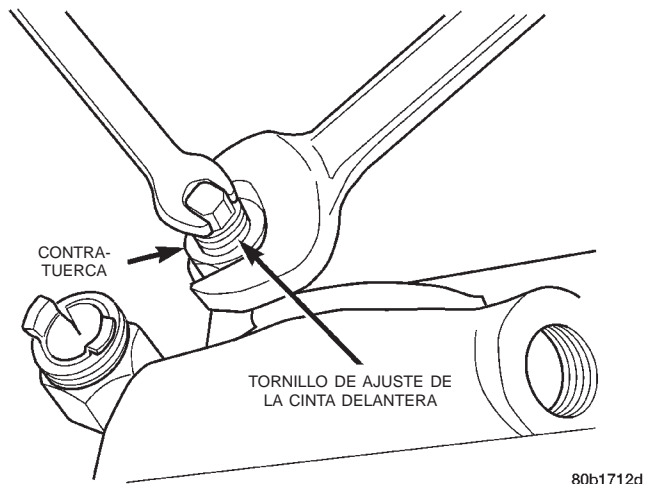

Fig. 182 Localización del tornillo de ajuste de la cinta delantera
(1) Eleve el vehículo.
(2) Afloje la contratuerca del tornillo de ajuste de la cinta (Fig. 182). A continuación, gire hacia atrás 4 a 5 vueltas la contratuerca. Asegúrese de que el tornillo de ajuste gire libremente en la caja. Si fuera necesario, lubrique las roscas del tornillo.
(3) Apriete el tornillo de ajuste de la cinta con una torsión de 8 N·m (72 lbs. pulg.) utilizando la llave de tensión de libras pulgada C-3380-A, con un extensor de 7,6 mm (3 pulg.) y un casquillo de acoplo de 8 mm (5/16 pulg.).